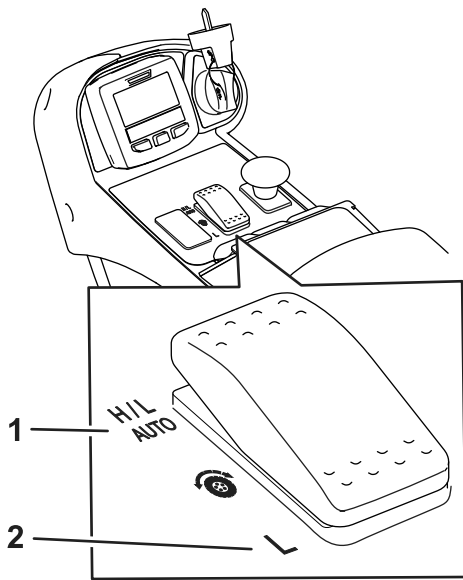
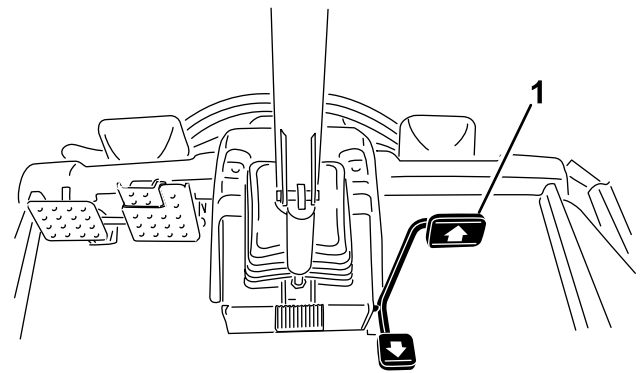

图 25
图 26
- 在正常操作条件下本机器应在速度档位开关 图 25 的高/低自动位置操作。该位置可以让机器在低速和高速档位之间自动切换具体取决于使用该机器剪草还是行驶。
- 选择速度档位开关 图 25 上的低位置时机器将始终在低速档位运行。此设置更适合用于车间区域中的操作、从拖车上装卸货物、爬上陡峭的斜坡或不需要高速档位的更高牵引速度的任何其他操作。
本机器配备有 2 个牵引速度档位 — 低速和高速。速度档位开关可以让您选择以下位置 图 25
当完全向前踩下踏板时此功能可设置机器的最大速度 图 26。您可以为低档和高档设置单独的速度 图 25。